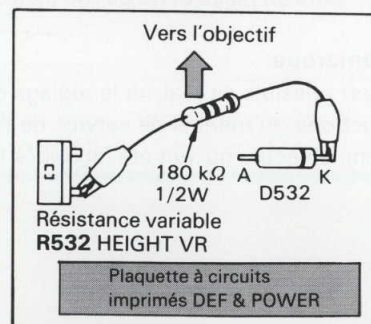

Fig. 3-7-2 Raccordement de la connexion intermédiaire R
- (1) Relier la **connexion intermédiaire R** entre les deux extrémités de la résistance **R533** de la plaquette à circuits imprimés DEF. & POWER.
* Le raccordement réalisé comme indiqué sur la **Fig. 3-7-2** est plus pratique que de court-circuiter **R533**. L'interrupteur général de la caméra électronique doit être placé en position d'attente pendant ces réglages.